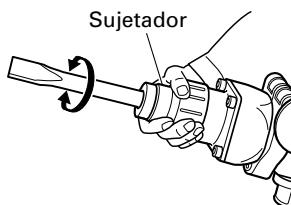

Fig. 9
- Gire la palanca selectora como se muestra en la Fig. 9 y fije la herramienta en la dirección de trabajo deseada.
- Cambia la palanca selectora a "martilleo" de acuerdo con los procedimientos mencionados en el ítem (1) anterior y asegure la posición de la herramienta.